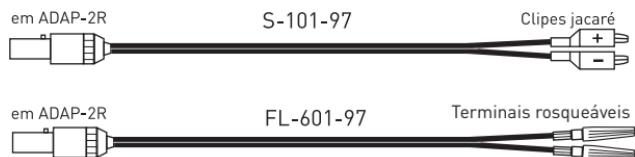

Figura 11: Cabo de uso único da Remington Medical Inc. (apenas EUA)
- **O cabo adaptador ADAP-2R** é um cabo reutilizável para a conexão dos cabos de uso único conforme figura 11 (apenas para EUA) com o Reocor D (usar adaptador Redel).